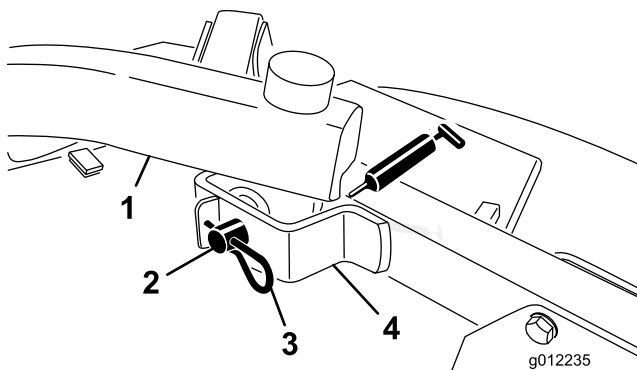

図 17
- ・ 昇降アームのピボット (前) (2ヶ所 ; 図 17)